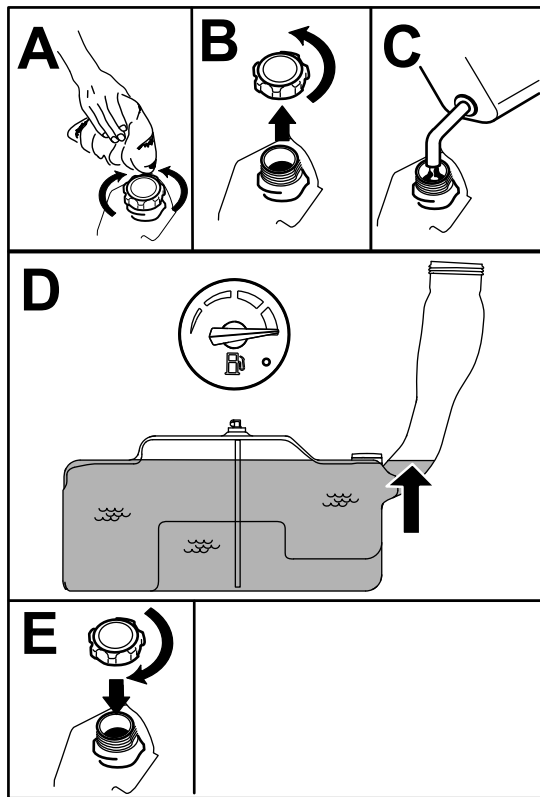

Bild 7
5. Füllen Sie den Kraftstofftank, bis die Benzinuhr an der Voll-Markierung liegt (Bild 7).